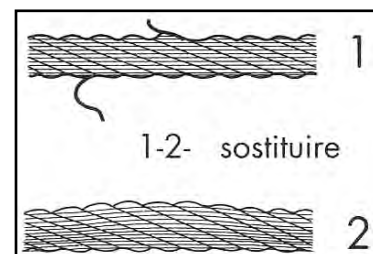

Figura 23 – Cavo da sostituire.
- Controllo integrità del cavo:** condurre un'ispezione visiva del cavo d'acciaio volta a stabilire l'assenza di sfilacciamenti, schiacciamenti, rigonfiamenti, piegamenti ecc. (Figura 23).